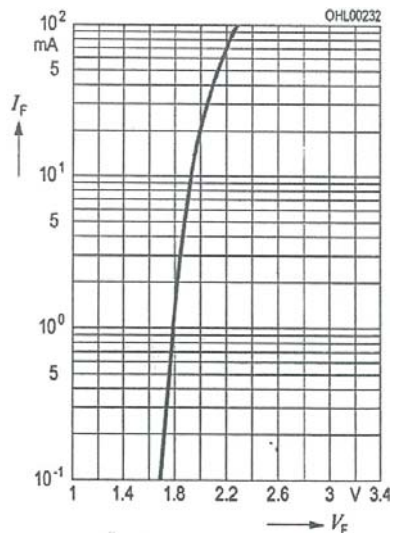

图1 典型的LED正向电压  $V_F$  与正向电流  $I_F$  关系
- 发光强度与正向电流相关,图1为欧司朗(OSRAM)公司提供的正向电压与正向电流关系曲线(右上为LED型号)。
从以上LED的伏安曲线来看要使正向电流达到200mA,正向电压也仅在2伏左右(不同型号的图1典型的LED正向电压  $V_F$  与正向电流  $I_F$  关系稍有差别);而人体的安全电压,在一般情况下,也就是在干燥而触电危险性较大的环境下,安全电压规定为36V,对于潮湿而触电危险性较大的环境(如金属容器、管道内施焊检修),安全电压则规定为12V。即便是在LED串并联组合使用时,其所用驱动电压也在安全范围内。